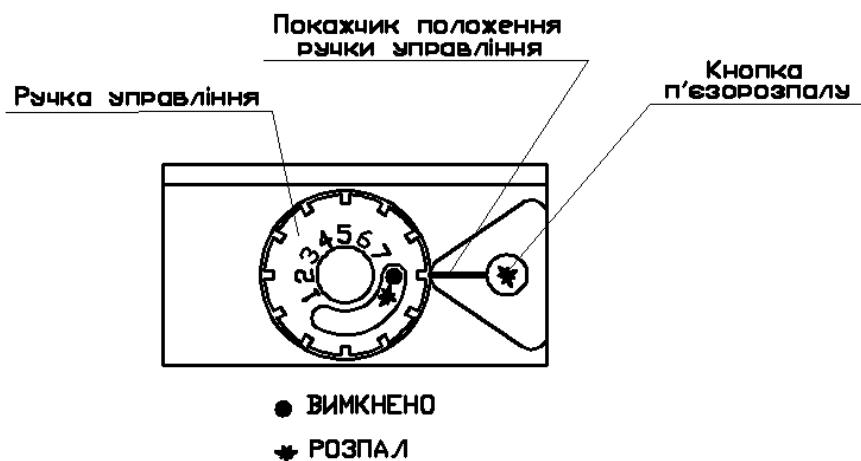

Рисунок 3. Елементи управління газового клапану 630 EUROSIT.
У начальному положенні ручка управління (рис.3) знаходиться у положенні "ВИМКНЕНО".
7.2.2 Встановити ручку управління (рис.3) на відмітку "4". Після двох годин роботи котла, орієнтовно необхідних для стабілізації температури у приміщенні, змінити температуру за бажанням. Для збільшення або зменшення температури в приміщенні необхідно встановити ручку управління на більш високу відмітку, обертаючи ручку проти годинникової стрілки, або, відповідно, на більш низьку відмітку, обертаючи ручку по годинниковій стрілці.
7.3.1 Для виключення основних пальників повернути ручку управління (рис.3) за годинниковою стрілкою у положення "РОЗПАЛ".